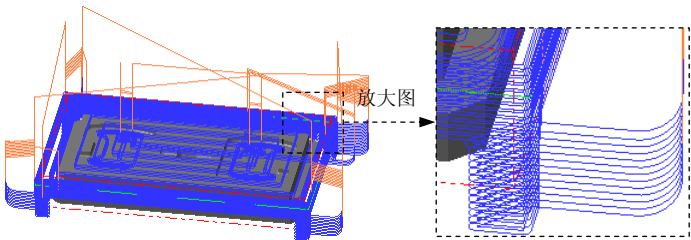

图 20.12 刀具路径
(3) 单击 **间隙设置 (G)...** 按钮，在系统弹出的“刀具路径的间隙设置”对话框中选中 ☒ **切削顺序最佳化** 复选框，在 **切弧的半径** 文本框中输入 6，在 **切弧的扫描角度** 文本框中输入 90，在 **切线的长度** 文本框中输入 0，然后单击  按钮，系统返回至“曲面粗加工挖槽”对话框。
Step11. 单击“曲面粗加工挖槽”对话框中的  按钮，完成加工参数的设置，此时系统将自动生成图 20.12 所示的刀具路径。